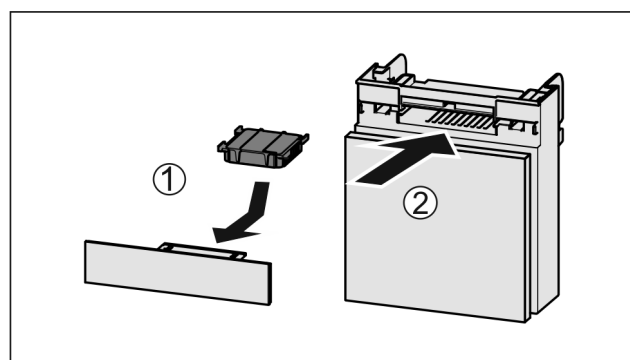

Fig. 103
- Insérer le filtre à charbon actif d'après le schéma Fig. 103 (1).
- Insérer le compartiment Fig. 103 (2).